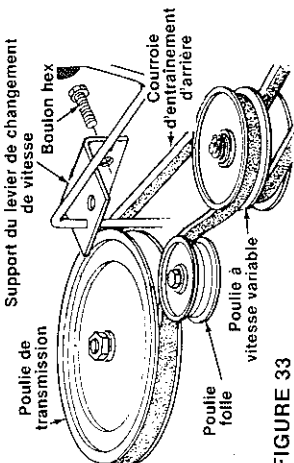

FIGURE 33
3. Poussez le tendeur vers la droite du tracteur. Soulevez la courroie par-dessus le tendeur. Voir la figure 33.
5. Enlevez les deux boulons qui maintiennent le support du levier de vitesses sur le châssis, sur la gauche du tracteur. Déplacez le support vers la droite pour que la courroie puisse être dégagée de poulie de la transmission. Voir la figure 33.